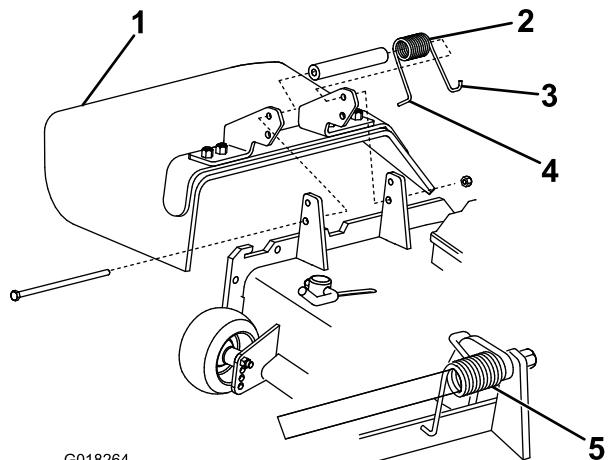

Figura 2
3. Coloque el gancho en J del extremo derecho del muelle alrededor del deflector de hierba (Figura 2).